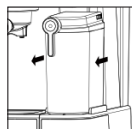

Рис. 1
- Switch the coffee maker off by pressing the on/off button (16) «☺».
- Pour the water out from the cup, take the container (11), pull it towards you and remove (fig. 1), remove the cappuccinator lid (12) from the container (11), drain the remaining water from the container (11).
- Возьмитесь за ёмкость (11), потяните её по направлению к себе (рис. 1) и снимите с ёмкости (11) крыш-